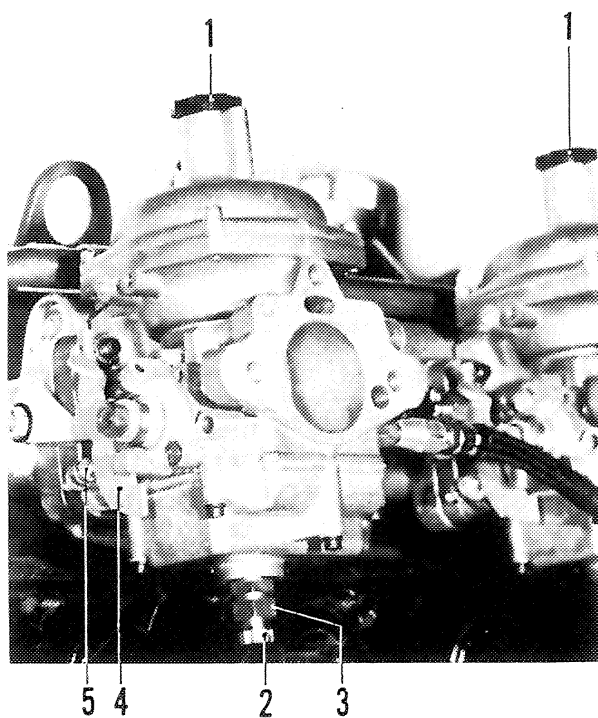
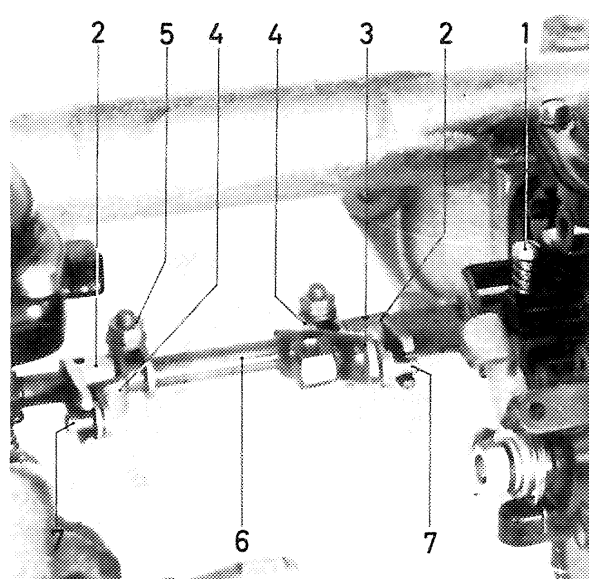

Figure 47
Figure 48
1. Déposez le silencieux d'admission et le pare-feu et enlevez les bouchons 1, figure 47, des cylindres stabilisateurs. Serrez les vis 2, figure 47, des carburateurs jusqu'à ce qu'elles effleurent la face inférieure des pistons à dépression. Vous pouvez sentir avec une tige de bois mince enfoncée dans le cylindre stabilisateur le moment où la vis de richesse commence à soulever le piston à dépression.
- a. Desserrez au moins d'un tour la vis 6 pans 3, figure 47, sous la cuve de carburateur, ce qui permet de décharger la rondelle de guidage servant au centrage du gicleur.
1. Démontez le dé du câble d'accélérateur du levier 3, figure 48. Dévissez l'écrou de serrage 5 d'un des leviers 4 de l'arbre intermédiaire 6. Sur le moteur 6 cylindres, desserrez l'un des leviers de l'arbre intermédiaire **arrière**.
2. Desserrez les vis de ralenti 5, figure 47, de manière à avoir un jeu entre ces vis et les cames sur les leviers de starter 4.
3. Réglez les vis de ralenti 1, figure 48, de telle manière qu'elles effleurent juste le talon du levier de papillon sans en modifier la position.
4. Vissez ensuite les vis de ralenti 1, figure 48, de tous les carburateurs de haut en bas, exactement de 2 1/2 tours sur le moteur 4 cylindres et de 1 3/4 tour sur le moteur 6 cylindres.
5. Réglez les vis de ralenti accéléré 5, figure 47, du moteur 4 cylindres de manière à obtenir un jeu de 1 mm entre ces vis et les cames des leviers de starter 4. Sur le moteur 6 cylindres, ce jeu doit être de 1 mm pour les carburateurs **avant** et **arrière** et de 0,5 mm sur le carburateur **médian**.
6. Réglez les leviers 4, figure 48, de l'arbre intermédiaire de la manière suivante:
- Reconnectez le dé du câble d'accélérateur au levier de commande 3, figure 48, de telle manière que les axes 7 sur les leviers 4 de l'arbre intermédiaire (arbre intermédiaire arrière sur moteur 6 cylindres) soient centrés **exactement dans les encoches** sur les leviers 2 des axes de papillons. **REMARQUE: Ce jeu doit exister pour qu'on puisse actionner les leviers de starter.**
- Mettez le moteur en marche et faites le tourner pour le réchauffer. Réglez ensuite le régime de ralenti (voir Caractéristiques Techniques) en mettant les vis de ralenti 1, figure 48, des carburateurs exactement à la même valeur. Si le moteur tourne irrégulièrement au ralenti, vous pourrez faire un réglage de précision des vis de richesse 2, figure 47, en les tournant de 1/2 tour au maximum dans chaque sens.